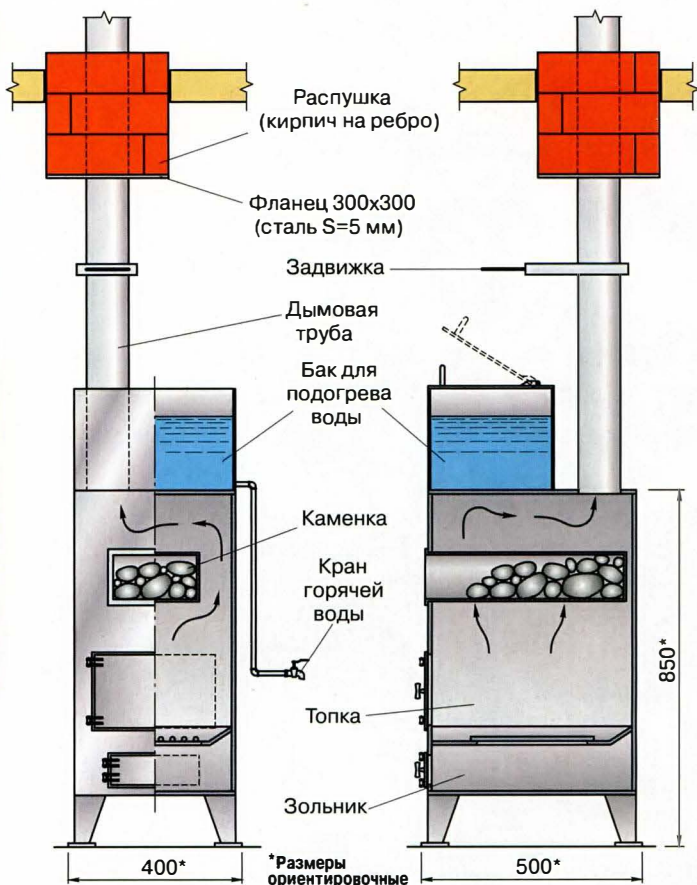

Рис. 6. Стальная сварная печь-каменка с водогрейным баком.
В процессе эксплуатации пилы следите за чистотой паза шины и смазочного отверстия, прочищайте их специальным приспособлением или отвёрткой (1). Звёздочку на конце шины следует регулярно смазывать, используя маслёнку (2) или шприц (рис. 6).